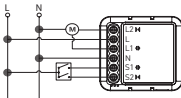

Рисунок 2.1
- 1-канальное реле (см. рисунок 2.1);